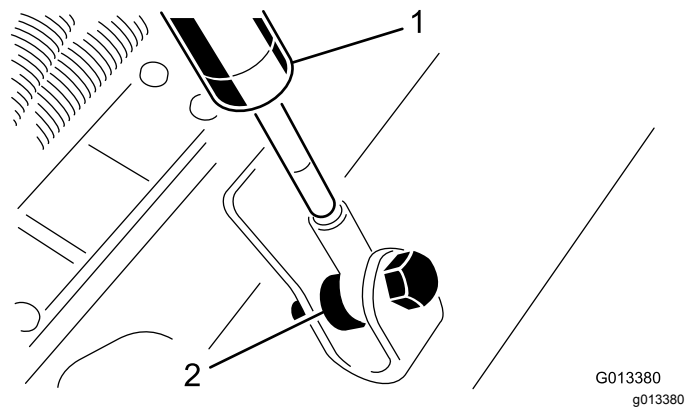

Figura 6
10. Retire los pernos, los espaciadores y las tuercas con arandela prensada que sujetan el extremo opuesto de los amortiguadores a la unidad de corte (Figura 6).